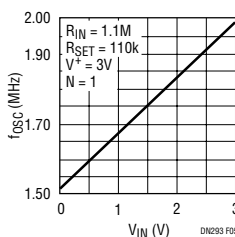

图5：输出频率与输入电压的关系曲线
假设 $V^+ = 3\text{V}$ ， $V_{IN(MAX)} = 3\text{V}$ 时的 $f_{OSC(MAX)} = 2\text{MHz}$ 及 $V_{IN} = 0\text{V}$ 时的 $f_{OSC(MIN)} = 1.5\text{MHz}$ 。由 (3) 式求得 $R_{IN}/R_{SET} = 9.9/1$ ，由 (4) 式求得 $R_{SET} = 110.1\text{k}\Omega$ 。 $R_{IN} = 9.9R_{SET} = 1.089\text{M}\Omega$ 。作为标准电阻值，采用 $R_{SET} = 110\text{k}\Omega$ (1%) 和 $R_{IN} = 1.1\text{M}\Omega$ (1%)。图5示出了实际测量的 f_{OSC} 与 V_{IN} 的关系曲线。1.5MHz 至 2MHz 的频率摆幅是非常有限的，因此 f_{OSC} 与 V_{IN} 的关系曲线是线性的。